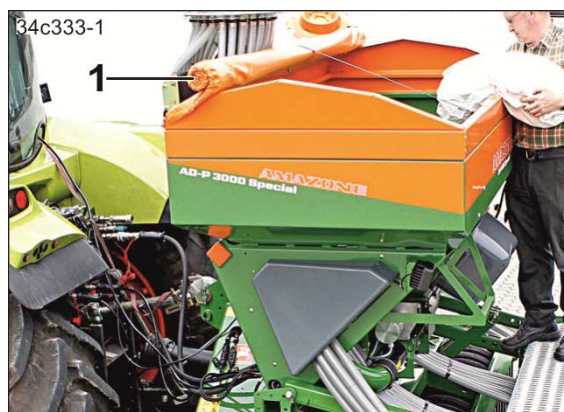

Fig. 155
11. Close the roller tarpaulin (Fig. 155/1).